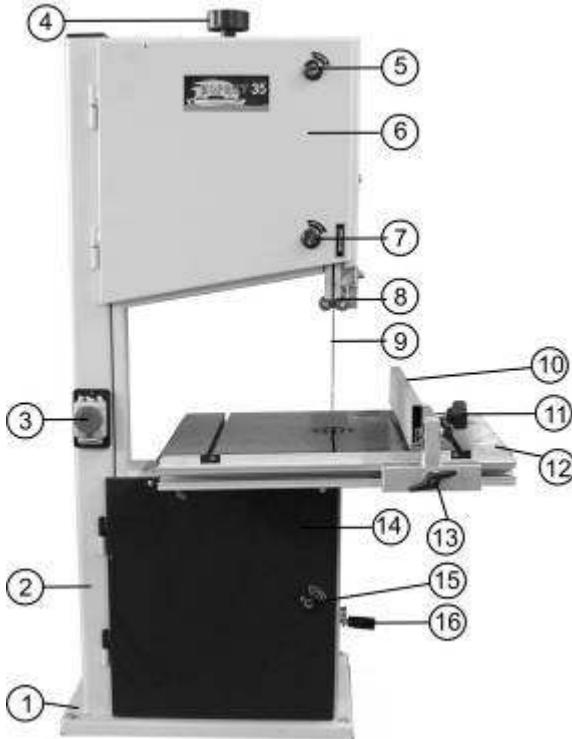

Рис. 2
8.1.2. При установке пилы на верстаке (для обеспечения устойчивости) пила должна быть надежно прикреплена к верстаку через специальные отверстия в нижней части основания (1), Рис.2. Для этой цели необходимо установить болтовые соединения. Обязательно используйте при креплении плоскую и пружинную шайбы на каждый болт (не комплектуется).
- Переносите пилу при помощи подъемных механизмов и приспособлений, учитывая массу пилы (см. Табл.1) и только за основание (1), Рис.2.
**10.3. Установка маховика натяжения пильной ленты (Рис.2)**
10.3.1. Маховик (4), входящий в комплектность пилы Рис.1, установите, как показано на Рис.2.
**10.4. Установка ручки маховика натяжения ремня (Рис.2)**
10.4.1. Ручку (Ж), Рис.1, установите в маховик (16), как показано на Рис.2.
11.1.1. В связи с выполнением ряда работ есть периодическая необходимость установки рабочего стола (12) под прямым углом к пильной ленте (9), Рис.2. На данной пиле предусмотрено такое фиксированное положение.